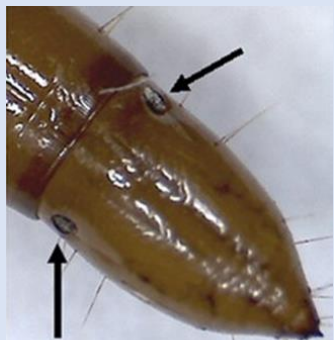

Abb. 10 – Unterscheidungsmerkmale für Drahtwürmer
2) Larven zählen → mit Lupe *Agriotes* bestimmen (siehe Abb.10/ links – Gattung *Agriotes* mit Augenflecken am spitzen Hinterende)